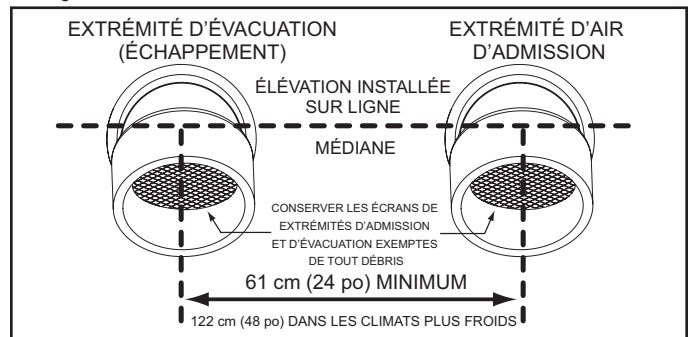

Figure 22. Extrémité murale - Ventouse
- Pour installer les bouches d'évacuation et d'admission d'air dans une configuration à ventouse à travers un mur, il doit y avoir une séparation minimale de 61 cm (24 po), mesurée depuis l'axe médian vertical, entre les bouches d'admission d'air et d'évacuation. Voir *Figure 22*.
- Pour installer les bouches d'évacuation et d'admission d'air dans une configuration à ventouse à travers un mur, les bouches d'admission d'air et d'évacuation doivent être installées à la même hauteur, mesurée sur la ligne médiane horizontale. Voir *Figure 22*.
Toutefois, la distance entre les bouches d'évacuation et d'admission d'air les plus proches doit être d'un minimum de 61 cm (24 po). Dans les climats plus froids, cette séparation doit être augmentée jusqu'à au moins 122 cm (48 po). Voir *Figure 22* (page 26).